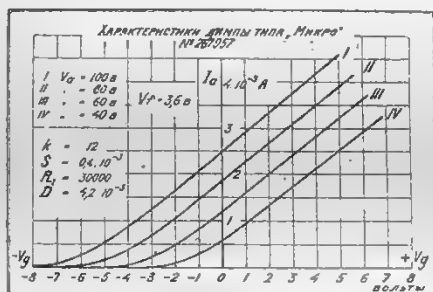
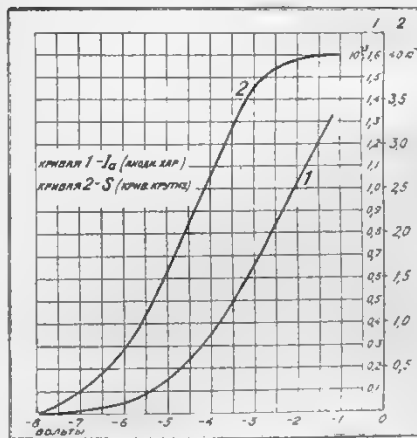
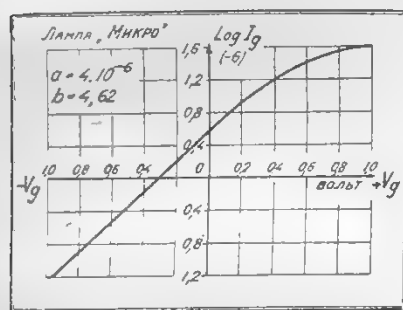
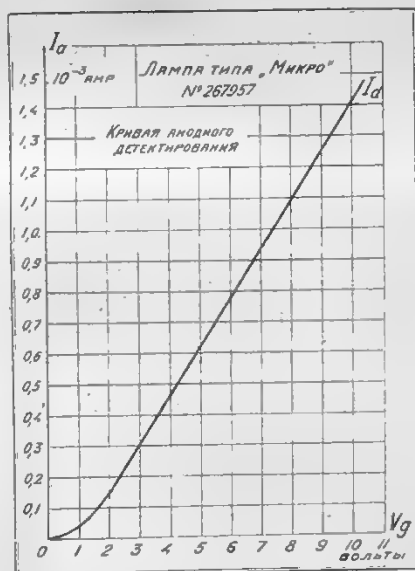

Рис. 1.
Рис. 2.
Рис. 3.
Рис. 4.
Для пояснения в рис. 1 приведена группа анодных характеристик некоторого экземпляра лампы типа «Микро».
Для примера на рис. 2 представлено изменение крутизны для анодной характеристики той же лампы, к которой относится рис. 1.
На рис. 2 повторена в другом масштабе характеристика II из рис. 1 и изображена кривая крутизны.
Исследованию подверглись экземпляры разных типов ламп ГЭТЭСТ, а также некоторые зарубежные. Среди них есть лампы с вольфрамовыми, торированными и оксидированными нитями с разнообразными параметрами. При исследовании для каждой лампы снимался предварительно ряд анодных характеристик и кривые сеточного тока. Пример первых представлен на рис. 1. Сеточные токи, в виду их резкого изменения и особой формы характеристик удобно представлять не в обычном, а в логарифмическом масштабе, т. е. давать зависимость логарифма сеточного тока от сеточного потенциала. Пример такой формы характеристики сеточного тока приведен на рис. 3.
На рис. 4 и 5 приведены в качестве примеров кривые детектирования для тех же ламп типа "Микро", к которым относятся рис. 1, 2 и 3. Параметрами при детектировании и пределы рабочих напряжений определялись затем на основании кривых детектирования и анодных характеристик расчетом, на подробностях которого мы здесь не останавливаемся, в виду сложности его.
В ней  $V_g$  — сеточный потенциал,  $a$  и  $b$  — некоторые коэффициенты, характеризующие лампу и условия ее работы,  $e$  — основание натуральных логарифмов. Формула (5) показывает весьма резкое нарастание сеточного тока. Она соответствует прямолинейному участку кривой рис. 3 и справедлива в пределах этого участка. Последний в свою очередь является главным рабочим участком при сеточном детектировании.